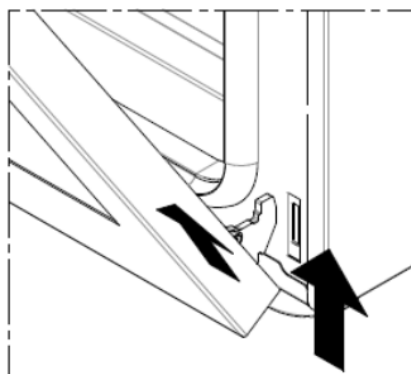

Fig. 8
- медленно закрыть дверцу до механической “блокировки” поднять и снять (рис. 8)